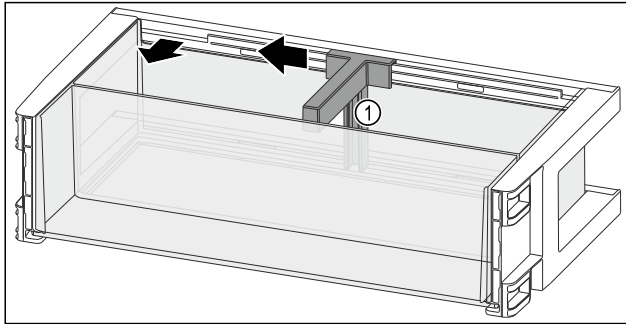

Fig. 113
- Şişe yerlerini Fig. 113 (1) çıkıntıya kadar yana itin.
- Şişe yerlerini Fig. 113 (1) çıkarın.